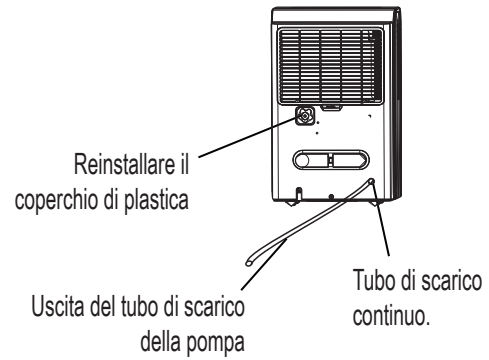

Fig. 11
- Rimuovere il tubo di scarico continuo dall'unità e installare il coperchio di plastica sull'uscita del tubo di scarico continuo dell'unità ruotando in senso orario (vd. Fig.11).
- Ripristinare il tubo di scarico della pompa nell'uscita del tubo di scarico della pompa per una profondità di almeno 15 mm (vd. Fig. 11), quindi portare il tubo dell'acqua allo scarico a pavimento o in un impianto di drenaggio adeguato.